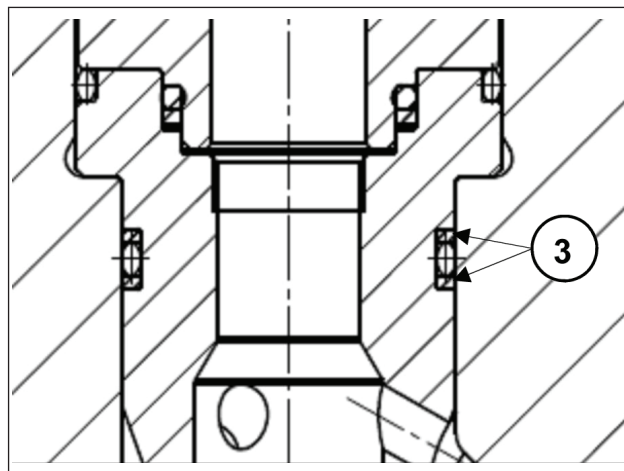

Рис. 28
2 Вставьте клапанные узлы всасывания и нагнетания с соответствующими втулками, убедившись, что они вошли до упора в гнездо на торце. Особенно старайтесь не повредить кольца противовыдавливания втулок (Рис. 28, поз. ③); для правильного расположения и посадки колец в соответствующих гнездах выполните следующие действия: